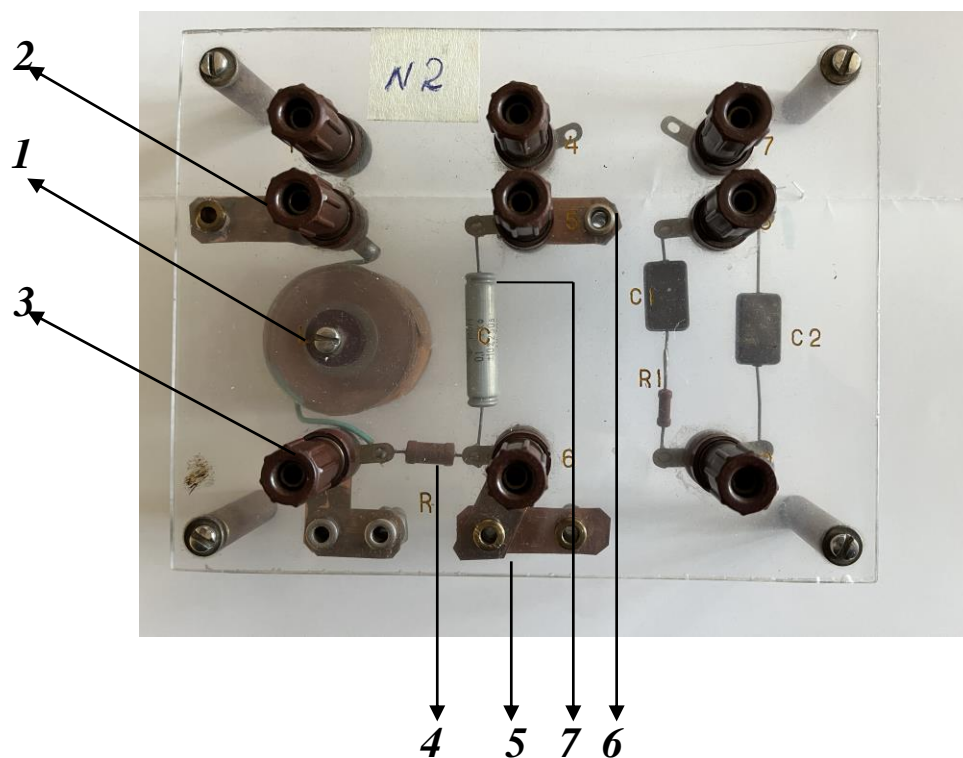

Рис. 6
Общий вид платы - рис. 6.
1. Убедитесь, что выходной кабель подключен к гнезду (6)-выход **600 Ω**. Другой конец кабеля заканчивается двумя штеккерами на проводах разной длины. Длинный провод соединен с корпусом прибора и, таким образом, с общей точкой схемы генератора. Часто корпус прибора соединяют с землей. Поэтому длинный провод на другом конце кабеля называют «**Общим**» или «**Земля**» - (символ  $\perp$ ). Переменное напряжение от генератора на плату рис.6 поступает по короткому проводу.
2. Переключатель поддиапазонов частот (9) установите в положение **102**.
3. Переключатели установки частоты (3) установите в положение **60,0 Hz**.
4. Переключатель ступенчатого ослабления выходного напряжения (4) установите в положение **0**.
5. Ручку плавной расстройки частоты (8) установите в нейтральное положение.
6. Ручку плавной регулировки выходного напряжения (7) поверните до упора против часовой стрелки – напряжение на выходе минимальное.